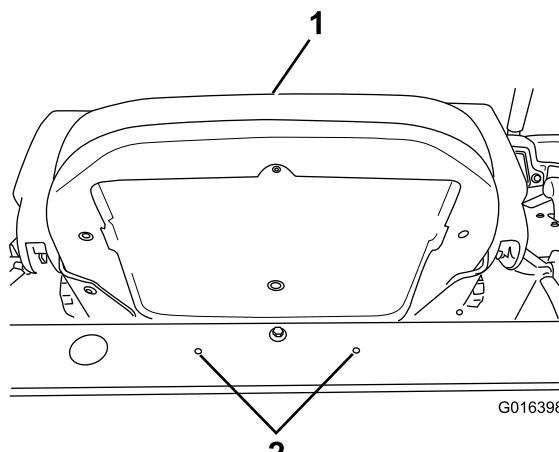

Figura 11
5. Utilice una broca para agrandar los 2 taladros del travesaño trasero (situado detrás del asiento) a 8,5 mm de diámetro (Figura 11).